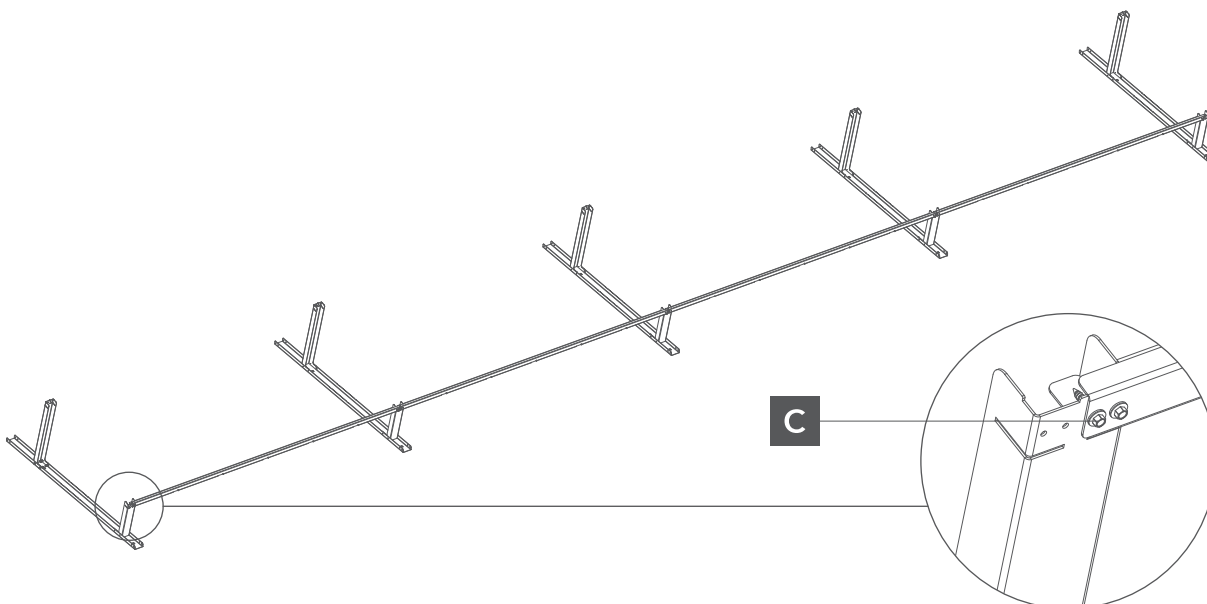

Rys. 1. Plan rozmieszczenia modułów
- 1 Przed przystąpieniem do montażu należy określić plan rozmieszczenia modułów (Rys. 1) oraz trójkątów montażowych (Rys. 2). Sposób mocowania konstrukcji montażowej do połaci dachu uzależniony jest od jego rodzaju i dobierany jest indywidualnie.